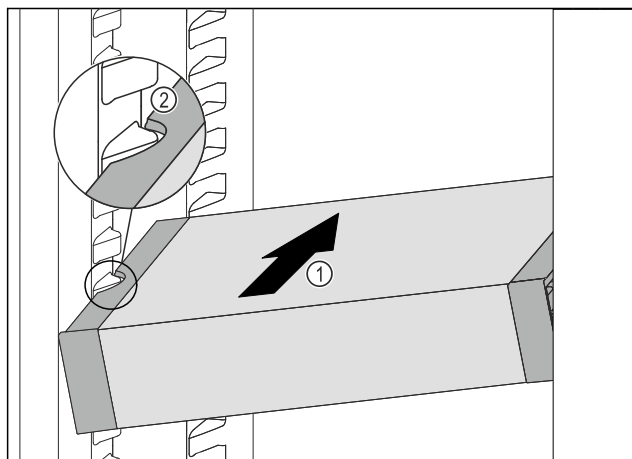

Fig. 128
- Вдвигайте VarioSafe под наклоном в холодильное отделение Fig. 128 (1), пока боковые выемки Fig. 128 (2) VarioSafe не окажутся на высоте выступа резервуара в холодильном отделении.